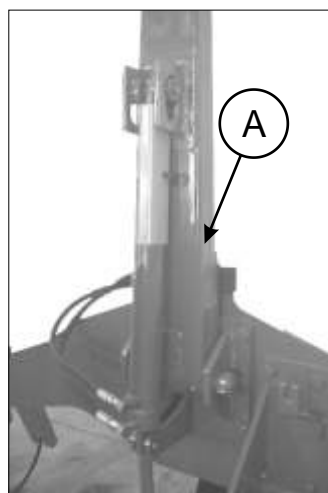

Figura 4
En posición elevada se bloquea su descenso colocándoles las trabas (A Figura 4) con su pasador en los vástagos de los cilindros hidráulicos. Para modelos con marcadores de un solo tramo.-
- Coloque las trabas A Figura 4 a los marcadores en posición elevada, con sus pernos y clavijas de fijación.
Retire las trabas a los cilindros de los marcadores A Figura 4, y guárdelas con sus pernos y clavijas. (Esto en modelos con marcadores de un solo tramo).-